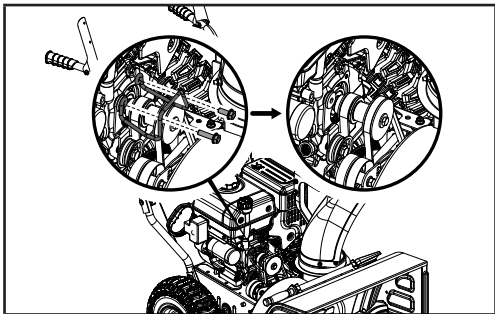

Figure 38
5. Retirez les boulons (20 mm / 30 mm) qui retiennent le protège-courroie (figure 38). Il est à noter que le ressort n'est pas tendu à ce stade-ci.